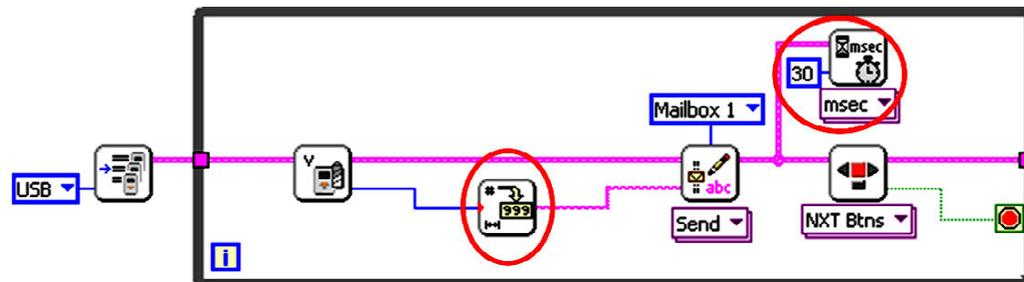

Рис. 5
**Conversion** → **Number to String** . Подключаем ко входу значение с функции **Read Battery**, а выход передаем на функцию **Send client Mail 1**. Добавим в цикл временную задержку в 30 миллисекунд для облегчения работы программы (рис. 5).